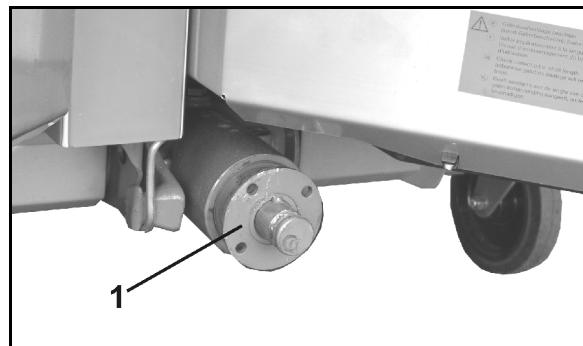

Рис. 24
1. Снимите втулку с фланцем (Рис. 24/1) с помощью съёмника с первичного вала редуктора.